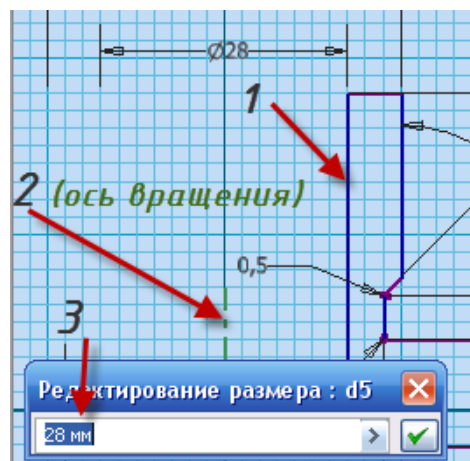

Рис. 3.6. Ввод размеров
- Щелкните по линии эскиза 1 (рис. 3.6), а затем по осевой линии 2 (рис. 3.6) для нанесения размера внутреннего диаметра. Переместите мышью правее или левее. Появится динамический образец размера. Чтобы установить размер в выбранную позицию щелкните мышью.
- После установки динамического образца размера в выбранную позицию и при щелчке левой клавишей мыши открывается диалоговое окно **Редактирование размера** (рис. 3.6).
- Введите в диалоговом окне значение 28 мм (3, рис. 3.6); затем либо нажмите **Enter**, либо кнопку с зеленой галочкой  в правой части диалогового окна.